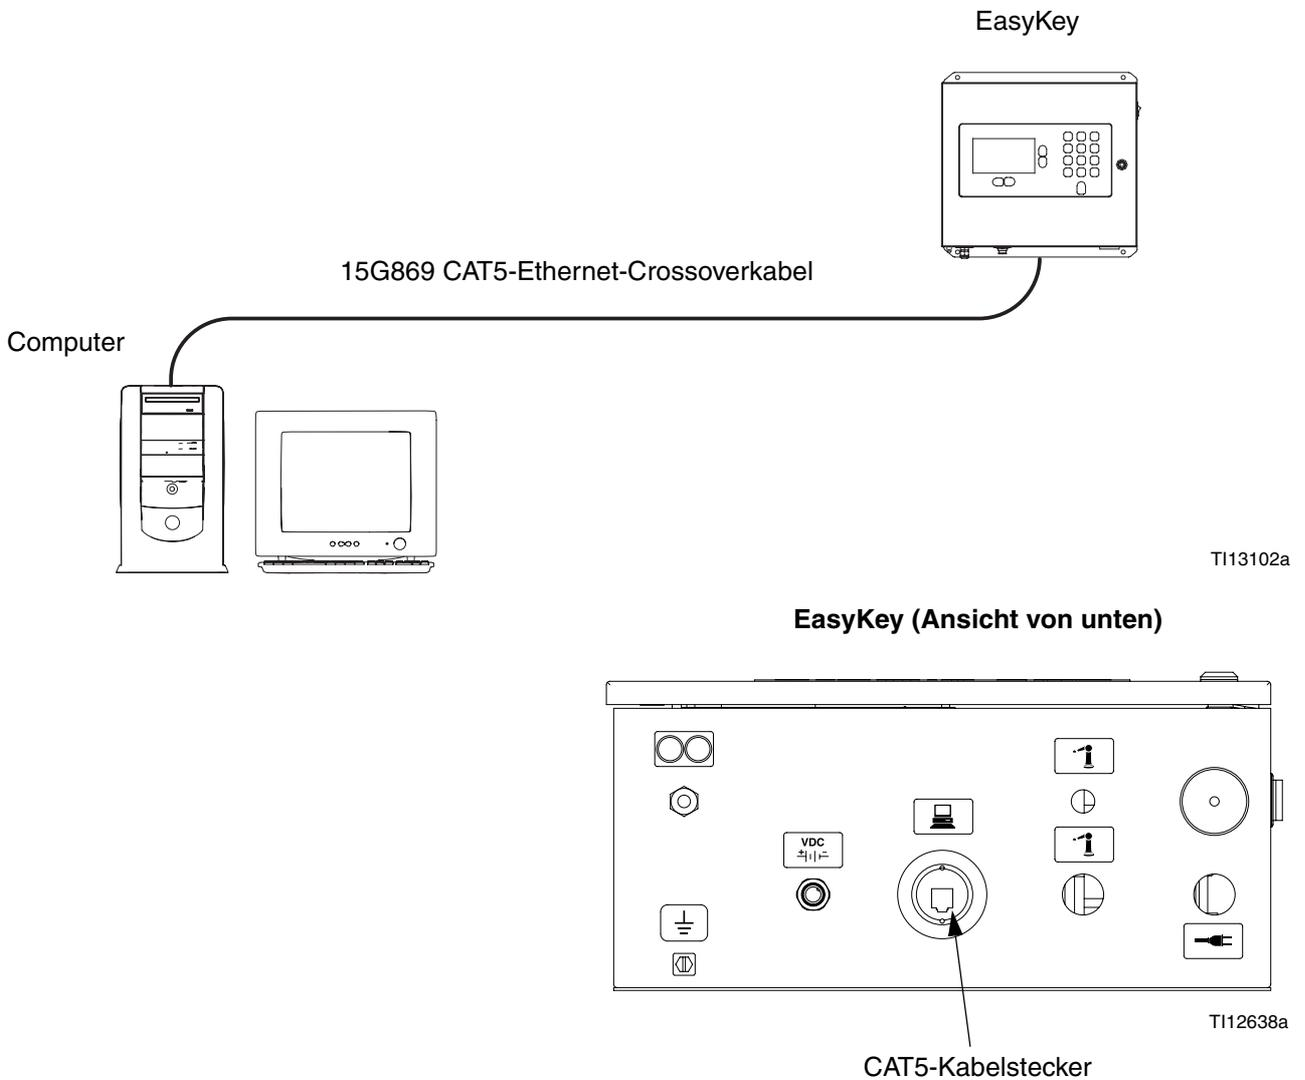

ABB. 1. ProMix 2KS/3KS Basis-Web-Interface-Verbindung
2. Nachdem Sie bestätigt haben, dass Java auf Ihrem Computer installiert ist, verbinden Sie den Computer direkt mit dem EasyKey. Verwenden Sie dazu das mit EasyKey mitgelieferte 15G869 CAT5-Ethernet-Crossoverkabel. Siehe ABB. 1.